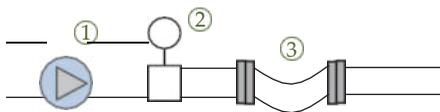

Рис. 1.13
Криогенное применение при очень низкой температуре. Примерами являются сжиженные газы, такие как сжиженный азот, используемый в лабораториях, или сжиженный природный газ (СПГ) в энергетическом секторе. При атмосферном давлении температура СПГ составляет около -162 °С. Из-за свойств материала трубы, резервуары и компоненты будут сжиматься при охлаждении. Если система изготовлена из разных материалов, что, вполне вероятно, приведет к возникновению напряжений и усилий, если они будут сокращаться или сжиматься с разной скоростью. Гибкая секция (3), установленная где-то в линии, защитит расходомер (2) и другие компоненты (1) (рисунок 1.13). Тот же метод используется, когда трубопровод иногда достигает очень высоких температур.